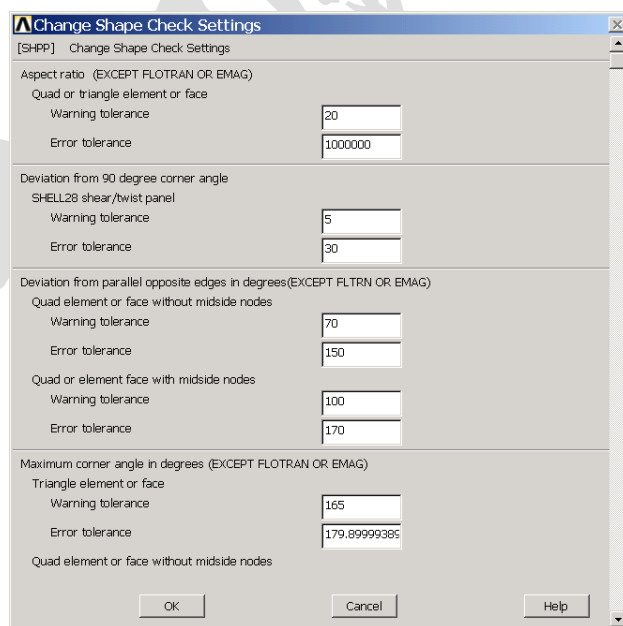

图4.77 改变形状限制参数对话框
(2) 选中【Change Settings】右边的【Yes】复选框，然后单击【OK】按钮，将出现改变形状限制参数对话框，如图 4.77 所示。